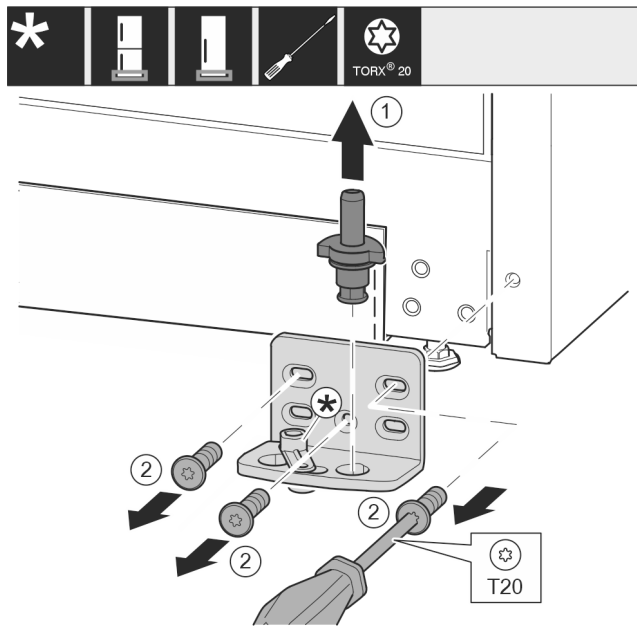

Fig. 11
- Izvucite svornjak ležaja Fig. 11 (1) potpuno prema gore.
- Odvijačem odvrnite vijke Fig. 11 (2) i skinite podložak ležaja.